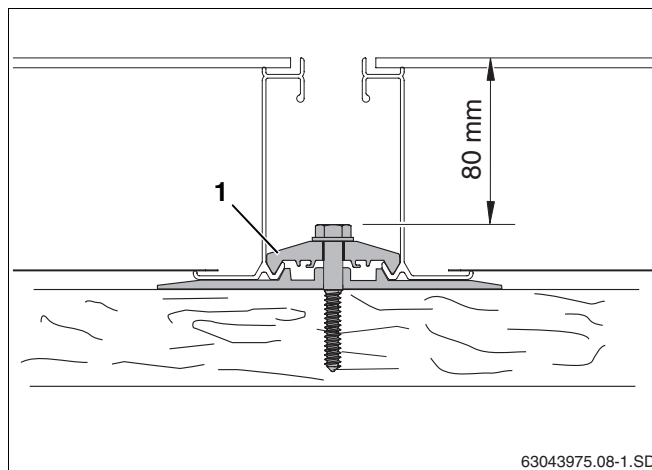

Fig. 28 Visser le serre-flanc bilatéral
- Serrer la vis du serre-flanc bilatéral (fig. 28, **pos. 1**). Pour cela, utiliser une clé plate SW 10 avec une longueur mini. de 80 mm.